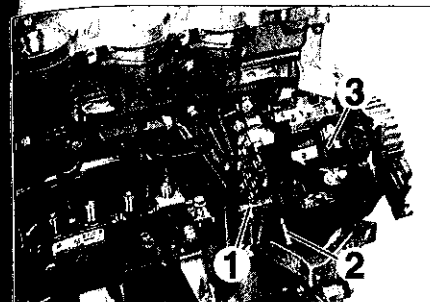

FIG. 17
- Décliper les tuyaux d'alimentation en combustible de la pompe (1) et (2) (Fig.17).